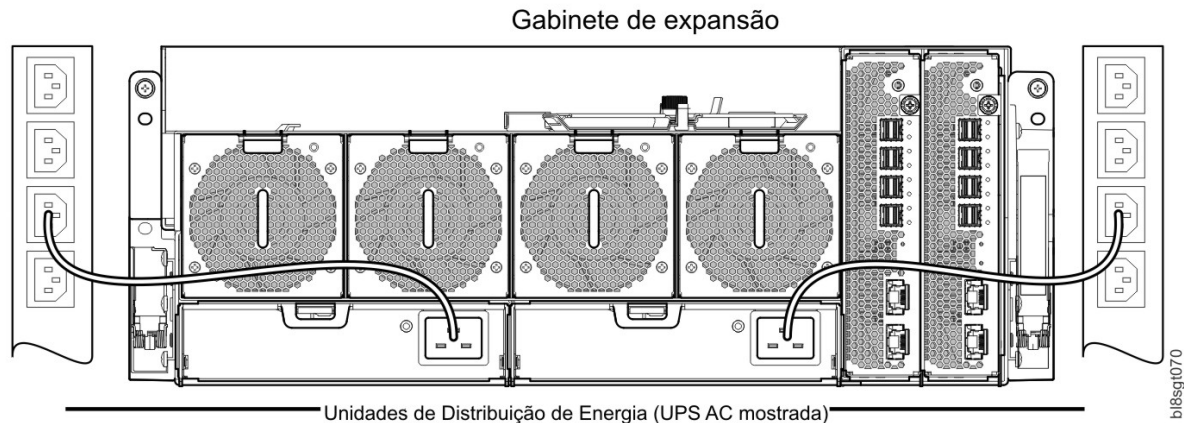

Figura 60. Conexão de cabo de energia de corrente alternada típica da PDU com a PSU
- Figura 60 mostra a conexão de energia a partir de uma PSU de núcleo único para uma PDU usando conectores C19.
1. Ligue o sistema conectando os cabos de energia da PSU à PDU. Consulte o Figura 60 na página 60. O LED de energia do sistema no painel frontal deve estar aceso na cor verde quando a energia do gabinete for ativada.